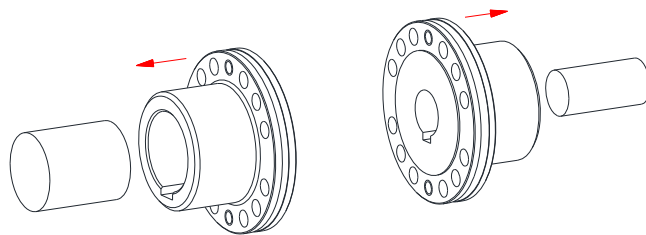

Figura 8: monte las bridas de los acoplamientos
- Monte las bridas del acoplamiento sobre el eje del lado conducido y motriz (véase figura 8).